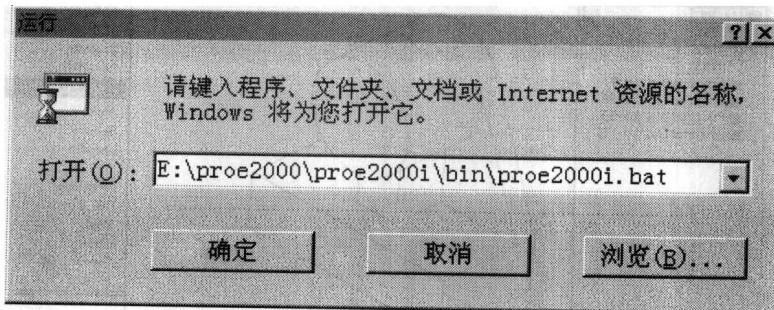

图 1-2 “运行”对话框的设置
- (1) 双击桌面上启动 Pro/ENGINEER2000i 的快捷方式图标。
(2) 利用 Windows 操作系统的快捷方式启动。方法是在 Windows 桌面左下方依次选取：“开始 | 程序 | Pro/ENGINEER | Proe2000i”。此方法实际上和方法(1)雷同。
(3) 利用 Windows 操作系统的“运行”对话框启动。从桌面左下方 Windows 依次选取“开始 | 运行”两个选项，选取之后系统将会显示“运行”对话框，用户可利用对话框右下方的“浏览”按钮搜寻 Pro/ENGINEER 的系统执行文件，或直接输入其路径与文件名称，最后单击“确定”按钮即可完成运行。图 1-2 为“运行”对话框的设置。